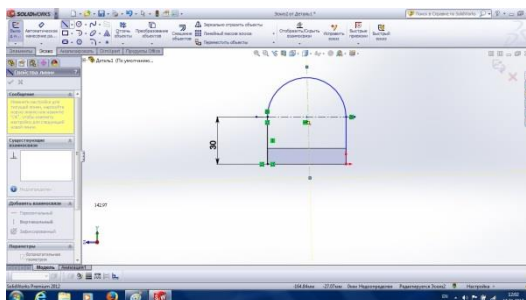

Рис. 3.6
8. На панелі **Видів** ставимо цю площину (зафарбовану синім кольором) перпендикулярно до спостерігача і будуємо профіль для другого елемента (рис. 3.6) за допомогою команд **Ескіз**, **Лінія**, і **Дуга кола**.